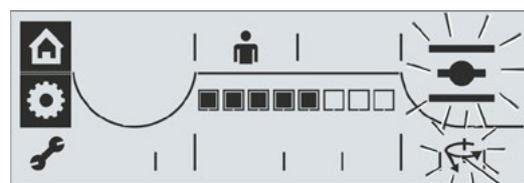

Fig. 3: Coppia di spegnimento posizione di fine corsa APERTO
La configurazione della coppia di spegnimento nella posizione di fine corsa APERTO è analoga. A tal fine, selezionare il simbolo della coppia di spegnimento posizione di fine corsa APERTO (fig. 3, pos. 1) e procedere come descritto in alto a partire dalla sequenza operativa 3.